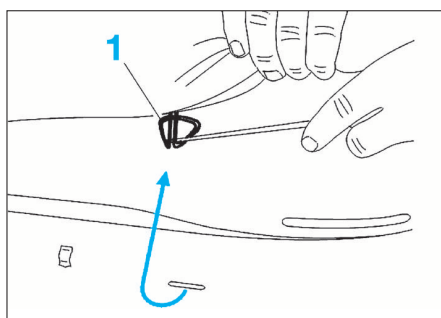

FIG. 49
- Dégrafer la fixation (1) de l'assise du siège arrière puis la déposer (Fig.49).